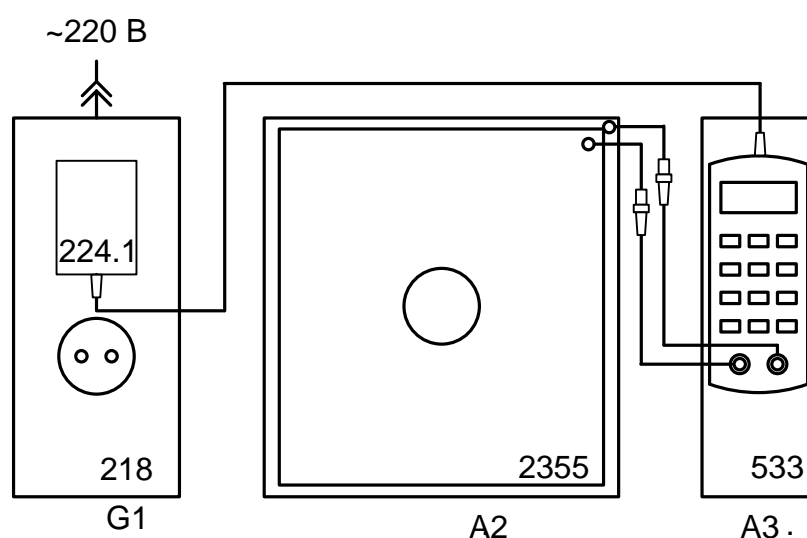

Рис.3.1 Схема электрическая соединений для измерения параметров конденсатора с испытываемым диэлектриком.
Для определения относительной диэлектрической проницаемости и тангенса угла диэлектрических потерь различных изоляционных материалов измеряются параметры последовательной схемы замещения конденсатора (С и R) с диэлектриком из испытываемого материала. Схема электрическая соединений для измерения параметров конденсатора приведена на рис. 3.1. Плоский конденсатор (блок 2355), между пластинами которого помещен испытываемый диэлектрик, подключается к измерителю параметров RLC E7-22 (блок 533). Блоки питания 218 и 224.1 обеспечивают напряжение питания +12В для E7-22.
- Подключите блок питания 224.1 к блоку «Измеритель R-L-C» (533) и к розетке «220 В» однофазного источника питания G1 (блок 218) в соответствии со схемой 3.1.
- Включите выключатель  «Измерителя R-L-C» (533).
- Вложите испытываемый образец диэлектрика между пластинами конденсатора и подключите конденсатор к измерителю RLC, как показано на рис. 3.1. Верхнюю пластину блока конденсатора 2355 необходимо установить примерно по центру нижней пластины с равномерным отступом от краев по всему периметру пластины.
- Измерьте емкость  $C$  и  $tg\delta$  (D) конденсатора 2355 с диэлектриком.